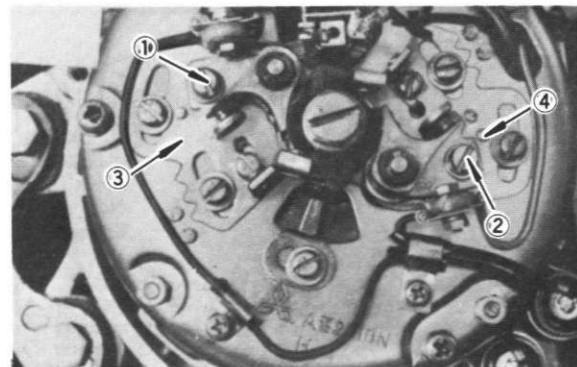

Fig. 6-2-3
- c. To gap the points, first rotate the engine until the ignition cam opens the points to their widest position. Slip a 0.4 mm feeler gauge into the gap. It must be a tight slip fit. If an adjustment is necessary, loosen the point lock screw (1 or 2) as shown in the Fig. 6-2-3, insert a screwdriver into the adjustment slots (3 or 4), and open or close the points until the feeler gauge indicates the correct gap. Retighten the lock screw and re-check the gap.
- c. Pour régler l'écartement des rupteurs, faites tout d'abord tourner le moteur jusqu'à ce que la came d'allumage provoque l'ouverture la plus large. Glissez une jauge d'épaisseur de 0,4 mm dans l'ouverture. Elle doit tout juste pouvoir être glissée entre les deux rupteurs. Si un réglage est nécessaire, desserrez la vis de blocage du rupteur (1 ou 2) comme le montre la Fig. 6-2-3, introduisez un tournevis dans l'une des ouvertures de réglage (3 ou 4) et ouvrez ou fermez les rupteurs jusqu'à ce que la jauge d'épaisseur vous indique que l'écartement est correct. Resserrez la vis de blocage et vérifiez à nouveau l'écartement.
- c. Zum Einregulieren der Kontaktpunkte ist der Motor zunächst so weit zu drehen, dass die Unterbrechernocke die Kontakte in die am weitesten geöffnete Stellung bringt. Eine 4 mm Fühlerlehre in die Öffnung einführen. Sie muss sich schwer bewegen lassen. Wenn eine Nachstellung notwendig ist, ist die Feststellschraube des Punkts (1 oder 2) zu lösen (Siehe Abbildung 6-2-3), dann steckt man einen Schraubenzieher in die Stellnute (3 oder 4) um den Abstand der Kontakte richtig einzuregulieren. Anschliessend Verschluss schraube anziehen und Abstand erneut überprüfen.